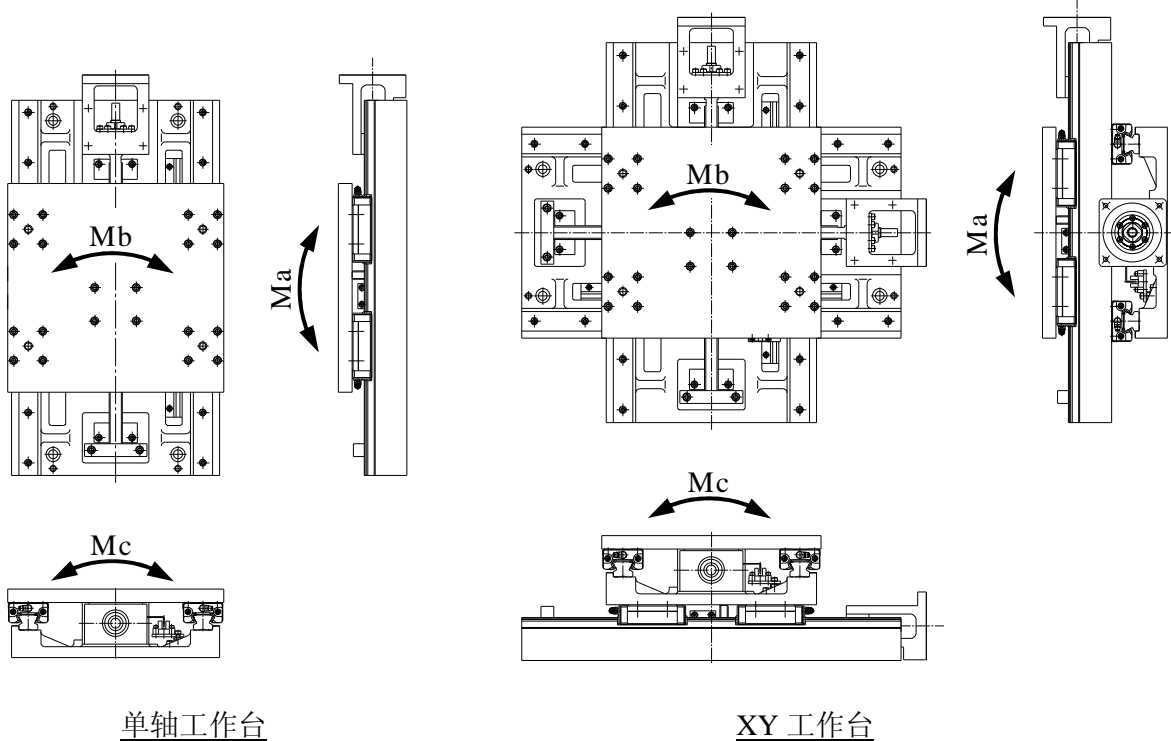

图 8 静态容许力矩的方向
- 基本额定静负荷及静态容许力矩如表 5 所示。另外，静态容许力矩的方向如图 8 所示。